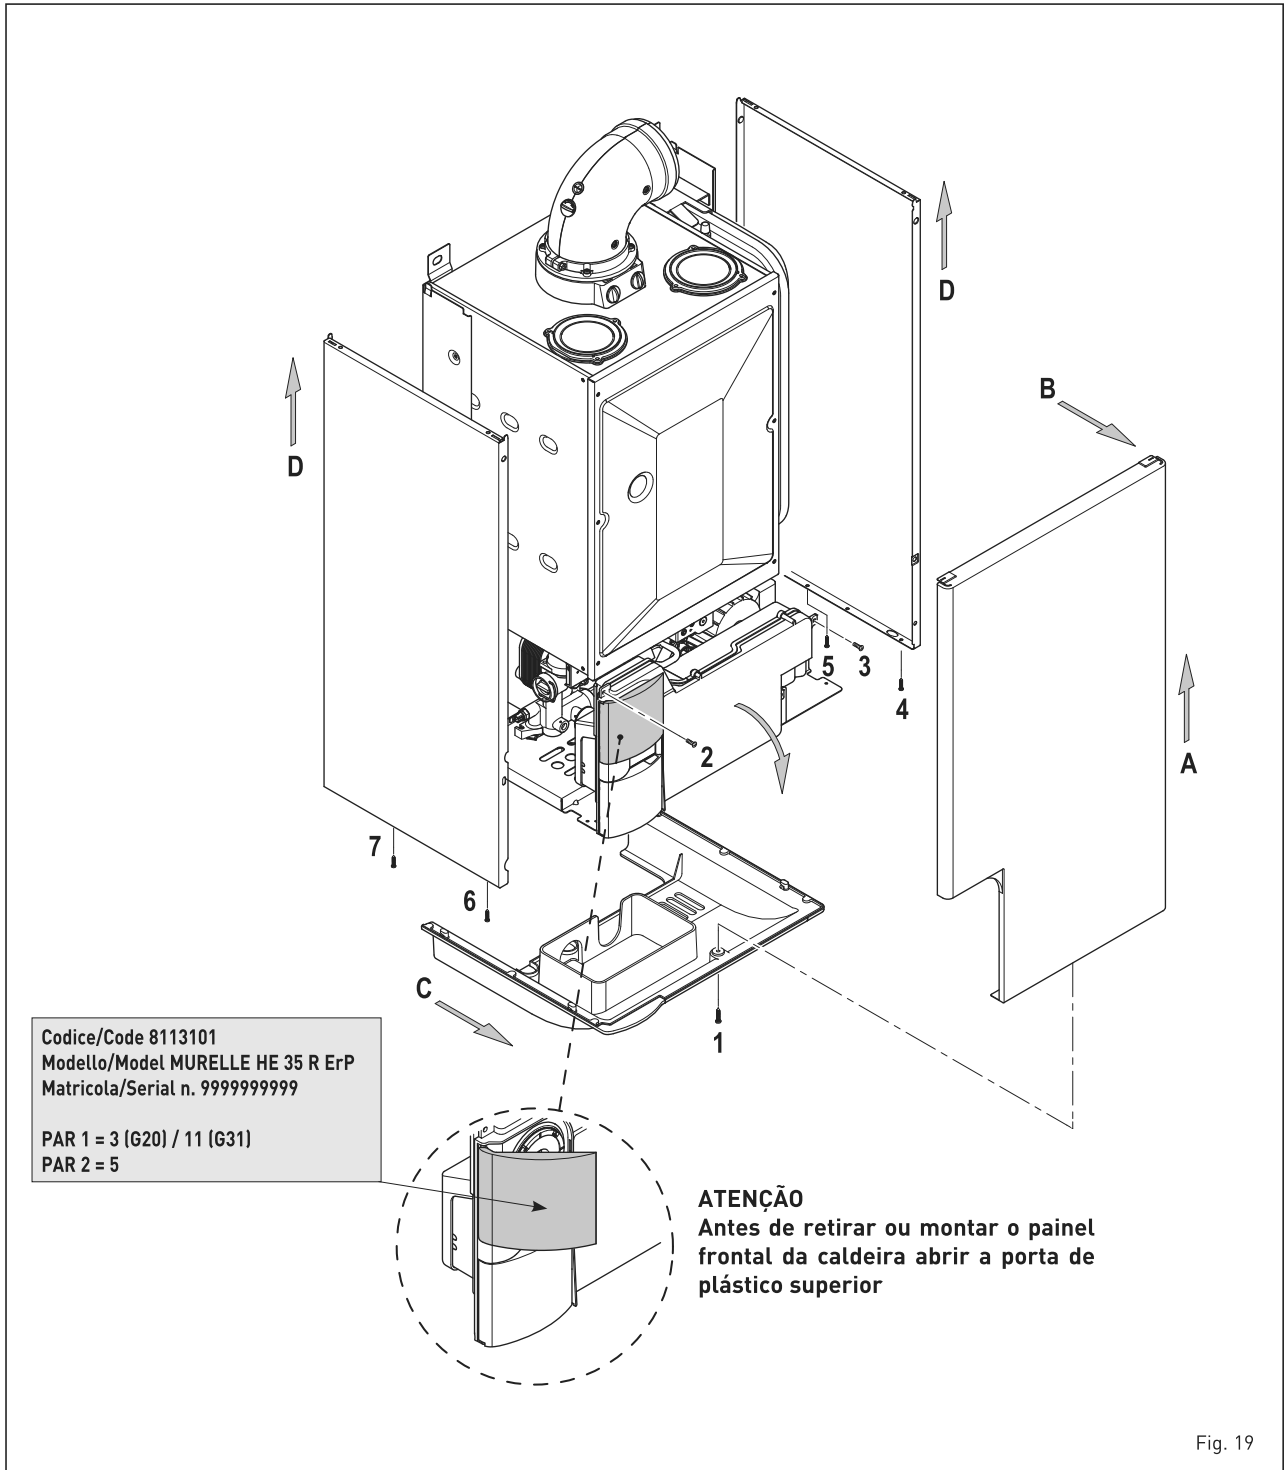

Fig. 19
4.4 DESMONTAGEM COBERTURA (fig. 19)
Para uma fácil manutenção da caldeira é possível desmontar completamente a cobertura como indicado na fig. 19. Rodar o painel de comando para a frente para aceder aos componentes internos da